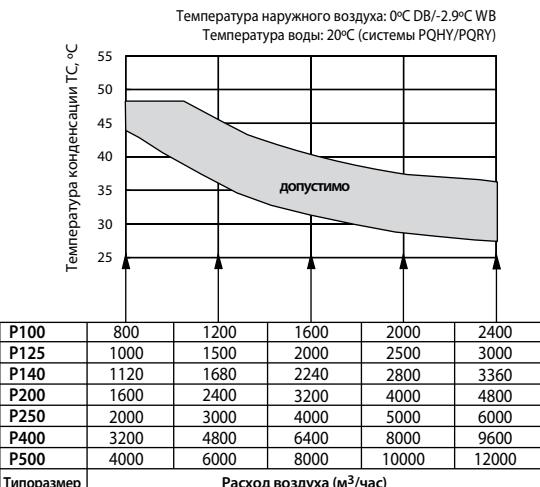

Рис. 1. Определение допустимых значений температуры конденсации
Для определения производительности фреонового теплообменника приточной установки в режиме нагрева воздуха выберите температуру конденсации из допустимого диапазона согласно рис. 1. Если приточная установка оснащена рекуператором, то выберите значение температуры конденсации 48°C.
1. Применяется расход воздуха меньше указанного в таблице на рис. 1, то следует выбрать значение температуры конденсации 48°C.